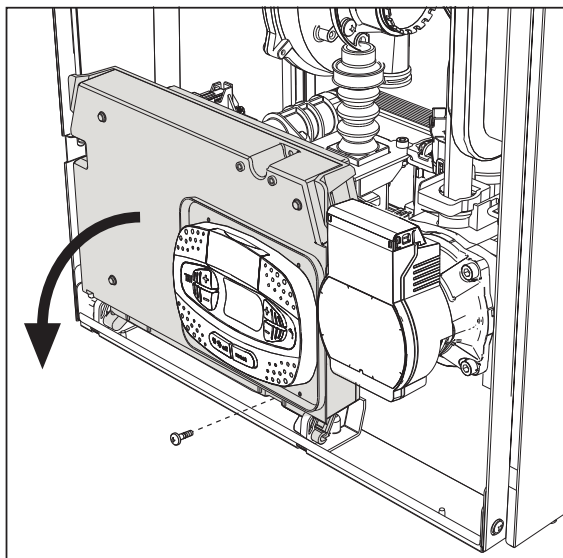
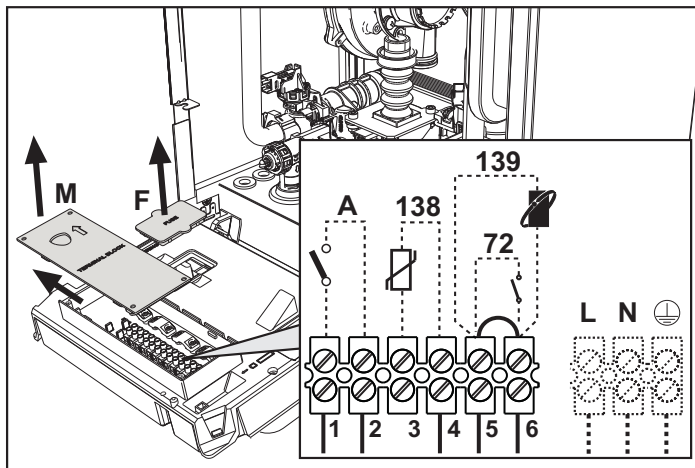

fig. 19
fig. 20
După ce ați scos panoul frontal (*** 'Deschiderea panoului frontal' on page 132 ***) veți putea avea acces la panoul de borne (M) și la siguranța (F) urmând indicațiile descrise în continuare (fig. 19 și fig. 20). **Bornele indicate în fig. 20 trebuie să aibă contactele curate (nu 230 V).** Dispunerea bornelor pentru diferitele conexiuni este indicată și în diagrama electrică din fig. 63.
Configurarea întrerupătorului ON/OFF (A fig. 20)**Tabel. 3- Setările întrerupătorului A**